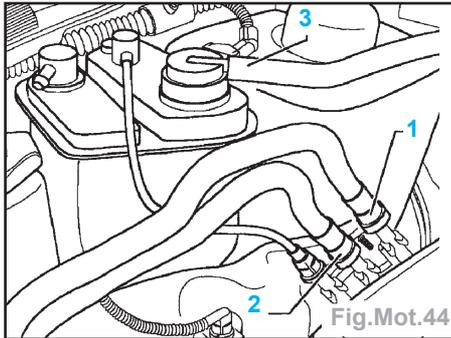

Fig.Mot.44
- Débrancher la conduite d'alimentation en carburant (1) ainsi que la conduite de retour de carburant (2) au point de raccord (Fig.Mot.44).